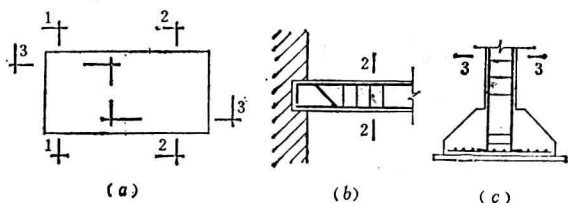

图 1-25 剖切线的表示方法
(1) 剖切线: 一般采用粗实线绘制。图纸上的剖切线是表示剖面的剖切位置和剖视方向。编号采用阿拉伯数字按顺序编排,根据剖视方向注写于剖切线的一侧。例如图1-25
当构件的截面采用剖切线时,编号亦用阿拉伯数字,并根据剖视方向注写于剖切线的一侧。见图1-25 (b)、(c)。